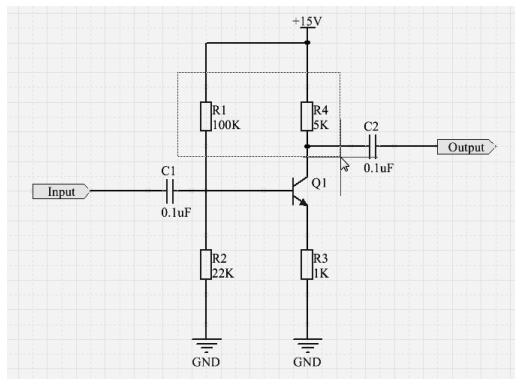

图 4-1-2 矩形虚线框完全包含电阻 R1 和 R4
② 在适当位置单击，移动鼠标指针将产生一个矩形虚线框，将电阻 R1 和 R4 完全包含在矩形虚线框内，如图 4-1-2 所示。